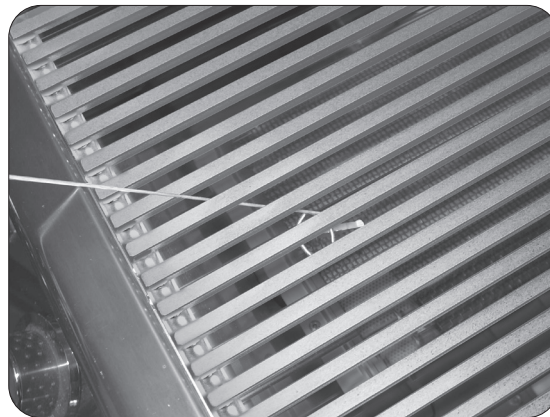

Fig. 30-2 - Éclairage manuel
2. Insérez un allumeur brûlant de butane de long-baril, une allumette brûlante de long-tige, ou une allumette brûlante tenue par un support de prolongation de fil par la grille à cuire s'ouvrant au dessus du brûleur (fig. 30-2).
4. Si le brûleur ne se allume pas dans les cinq (5) secondes de tourner le bouton de commande, enfoncez immédiatement le bouton et tournez la valve à **AU LOIN**. **ATTENDEZ CINQ (5) MINUTES** avant de répéter les étapes 2 à 4 des instructions manuelles d'éclairage.